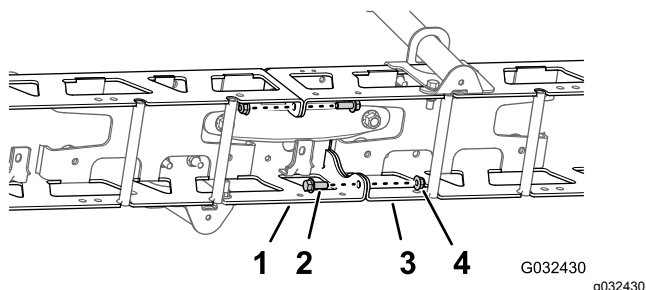

Рисунок 74
- Выверните 2 болта с фланцевыми головками (3/8 x 1 дюйм) и 2 контргайки (3/8 дюйма), которые крепят вертикальные фланцы левой и правой ферменных рам (Рисунок 74).